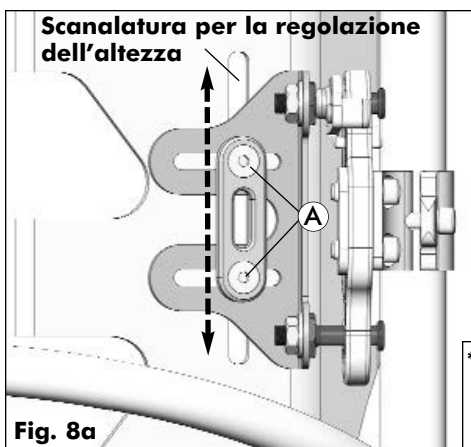
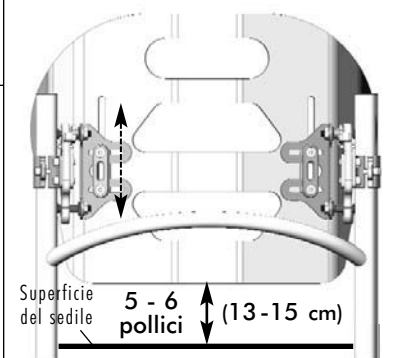

Fig. 8a
Fig. 8b
- 3 Regolazione dell'altezza dell'MX2:** l'altezza dello schienale MX2 può essere regolata in base alle proprie esigenze grazie alla guida scanalata sul guscio dello schienale MX2 (vedere la Fig. 8a). L'altezza consigliata dello schienale* è di circa **5-6 pollici (13-15 cm)** dalla parte superiore della **superficie del sedile** (cuscino o telo seduta; vedere la Fig. 8b).
- 4** Agendo su un lato alla volta, allentare la viteria (A) della staffa di montaggio e far scorrere il guscio dello schienale MX2 in alto/in basso fino a raggiungere l'altezza dello schienale desiderata. **NOTA:** l'intervallo di **regolazione dell'altezza dello schienale** MX2 varia in base all'altezza (lunghezza della scanalatura) del guscio dello schienale MX2 - consultare la **Tabella 1.0**.